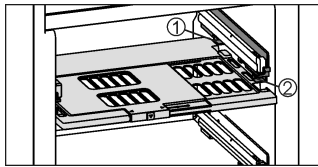

Fig. 6
- ▶ Feuchteregulierungsplatte einsetzen: Deckelstege der Platte von unten in die hintere Halterung Fig. 6 (1) einführen und vorne in die Halterung Fig. 6 (2) einrasten.